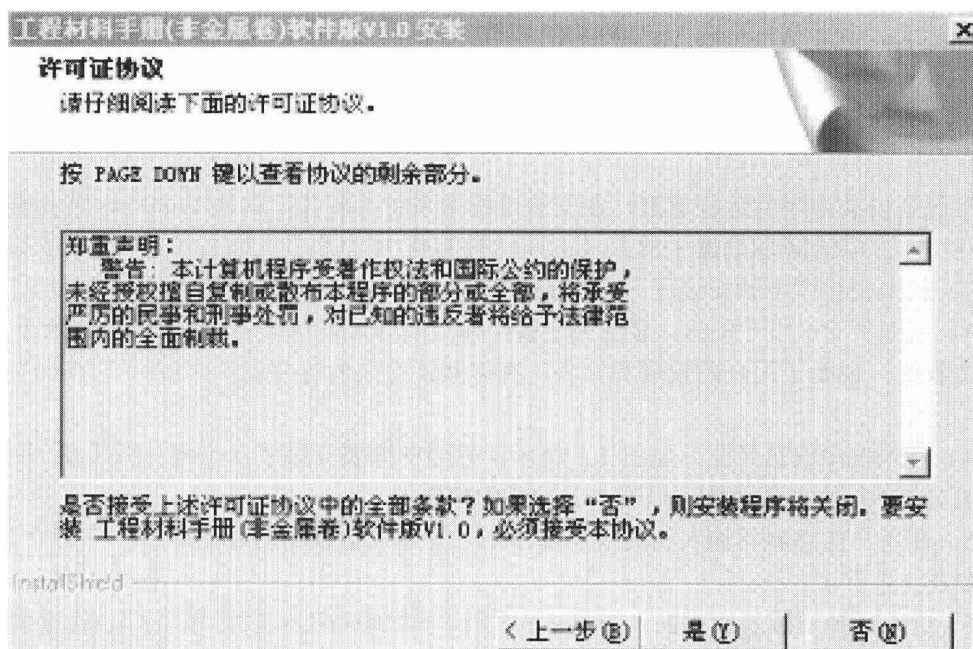

图 1.2 许可证协议界面
(3) 单击“下一步”按钮，显示关于软件使用的许可证协议界面，如图 1.2 所示。在用户安装协议中，说明了用户的权利和义务，在您阅读协议内容并表示同意后，单击“是”按钮。